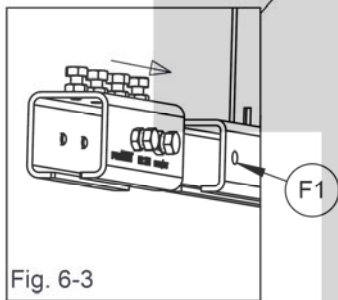

Fig. 6-3
6.3.1 Deslizar el conector de carril HR301 sobre el final del tramo del carril -fig. 6-3.